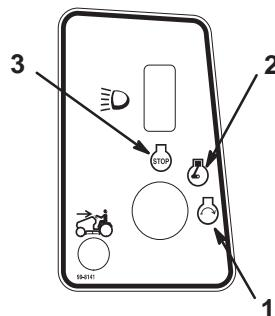

Bild 10
5. Drehen Sie den Zündschlüssel im Uhrzeigersinn und halten ihn auf Start (Bild 10). Lassen Sie den Schlüssel sofort los, wenn der Motor anspringt.
2. Stellen Sie den Zündschlüssel auf AUS und ziehen ihn (Bild 10).